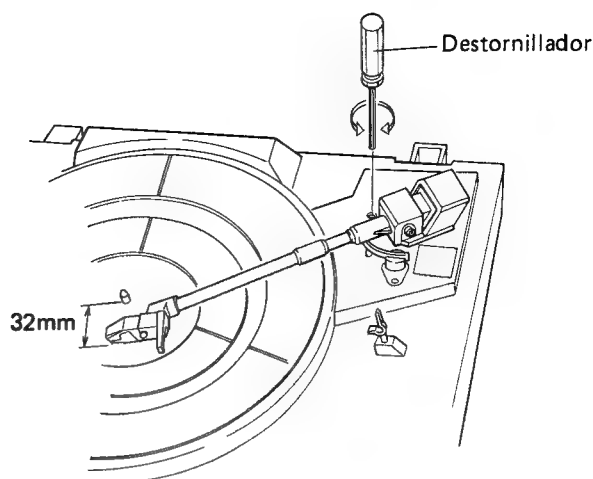

Fig. 11-3 Ajuste de retorno automático
5. Dejar de girar el tornillo de ajuste en el punto en el que haya un espacio de 32mm entre la aguja de la cápsula y el eje central. (Fig. 11-3)